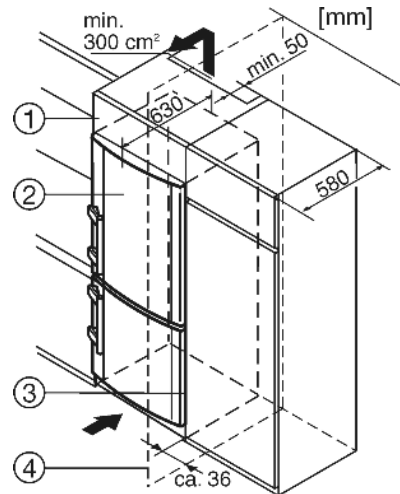

Fig. 10
(1) Дополнительный шкафчик
(2) Устройство
(3) Кухонный шкафчик
(4) Стенка
Устройство может быть окружено предметами кухонной обстановки. Чтобы уравнивать устройство Fig. 10(2) по высоте с кухонной стенкой, можно установить над устройством соответствующий дополнительный шкафчик Fig. 10(1).
При комбинировании с обычными кухонными шкафами (глубина макс. 580 мм) устройство можно установить непосредственно рядом с кухонным шкафом Fig. 10(3). Дверца устройства выступает по сторонам на 34 мм и по центру устройства на 50 мм относительно передней стенки кухонного шкафа. Поэтому ее можно свободно открывать и закрывать.
Если устройство установлено на шарнирах у стены Fig. 10(4), то расстояние между устройством и стеной должно быть не менее 36 мм. Настолько выступает ручка при открытой дверце.